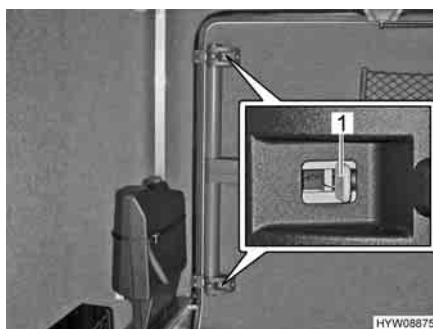

Fig. 45 Porta del garage, sbloccaggio di emergenza dall'interno
- Spingere i cursori grigi (Fig. 45,1) presenti sulla chiusura superiore e inferiore verso il centro della porta.